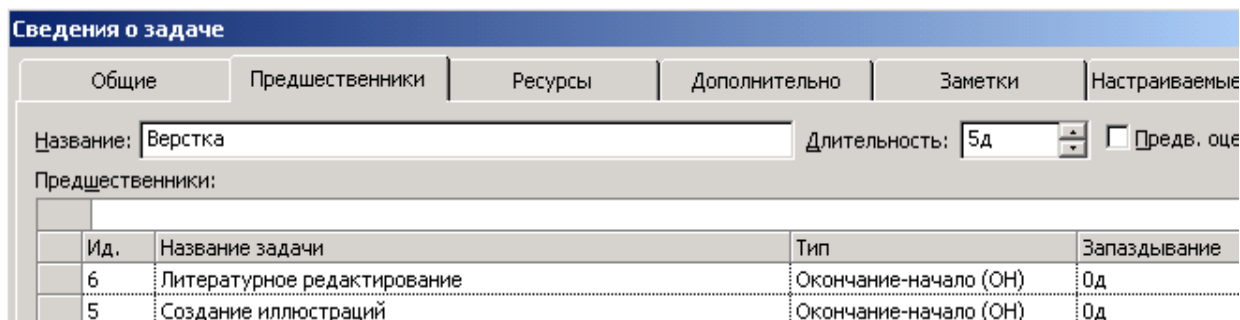

Рис. 21. Создание множественных связей
- В открывающемся списке второй строки выберите **Создание иллюстраций** и нажмите клавишу **[Enter]**. Выбор будет зафиксирован, а тип связи отобразится в поле (Тип) (рис. 21).